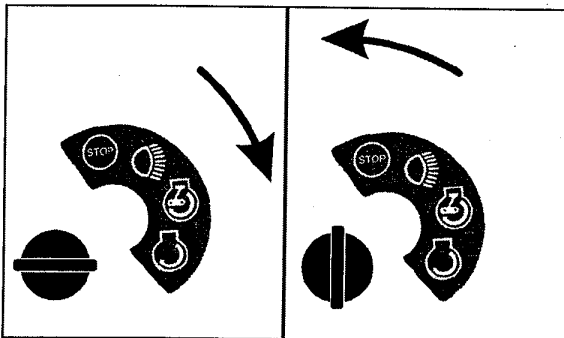

Fig. 18
6. Mettre la clé de contact sur START (Fig. 18), et la relâcher dès que le moteur a démarré. Actionner plus de 15 secondes sur le démarreur peut provoquer une surchauffe. Laisser alors refroidir pendant 2 minutes, avant de recommencer.
Les lumières sont automatiquement allumées par l'interrupteur à clé (Fig. 18).